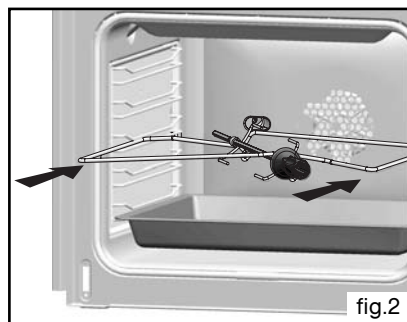

fig.2
• Plat (20 mm) multi usages (fig.2)
- placez la broche sur son berceau (fig.2).